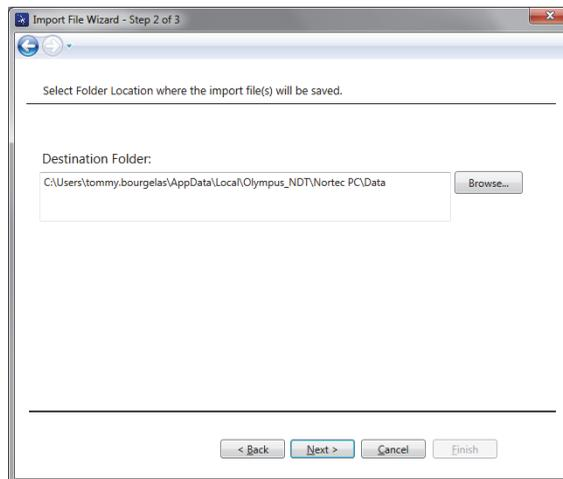

Figura 6-2 Import File Wizard: selección de la carpeta
2. Seleccione el botón **Browse** (búsqueda) para seleccionar la ubicación de la carpeta donde desea guardar los archivos importados. Después, haga clic en **Next** (siguiente). Vea la Figura 6-2 en la página 330.